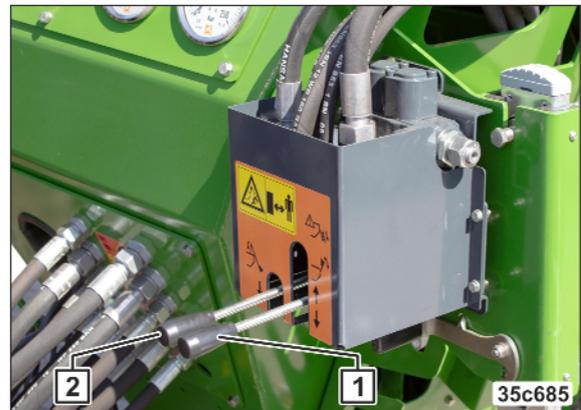

Fig. 244
2. Actionner le distributeur (Fig. 244/1).
17. Actionner le distributeur (voir Fig. 244/1) et placer la vis de remplissage en position de transport.